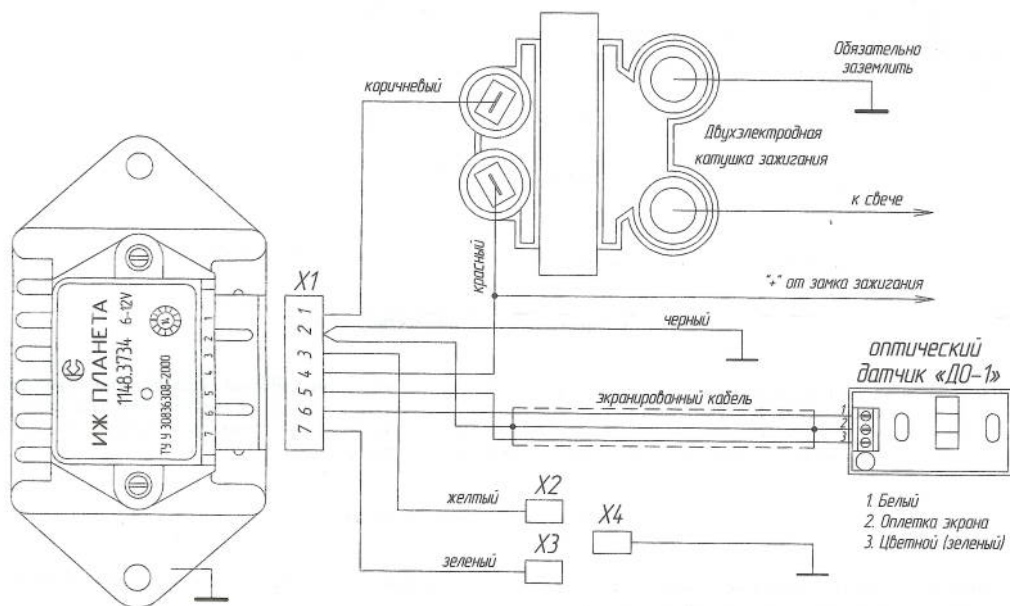

Рис. 1. Схема установки МПБСЗ
4.8. Установите на мотоцикл катушку зажигания и высоковольтные провода с распределенным сопротивлением (любые силиконовые автомобильные). Присоедините коричневый провод (контакт 1 X1) к одному из контактов катушки, присоедините ко второму контакту катушки зажигания красный провод (контакт 4 X1), к этому же контакту (проводу) присоедините провод «+» от замка зажигания (См. рис.1).
4.9. Клемму черного провода (от контакта 2 X1) присоедините к массе мотоцикла. Для этого рекомендуется его прикрутить винтом, который находится под сидением и заземляет регулятор напряжения. Этим же винтом прикрутить клемму провода (с комплекта поставки) длиной 20 см, с «папой» штыревого клемника на другом конце. Цвет этого провода не регламентирован. На схеме рис.1 он показан идущий от «земли» к разъёму Х4.